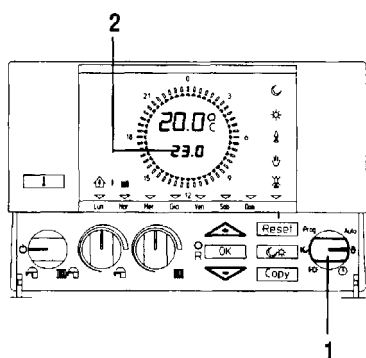

Fig. 13
- Установить ручку (рис. 13 поз. 1) в положение . ☝
- Нажимать кнопки ▲ ▼ или до установки нужного значения на дисплее (рис. 13, поз. 2).